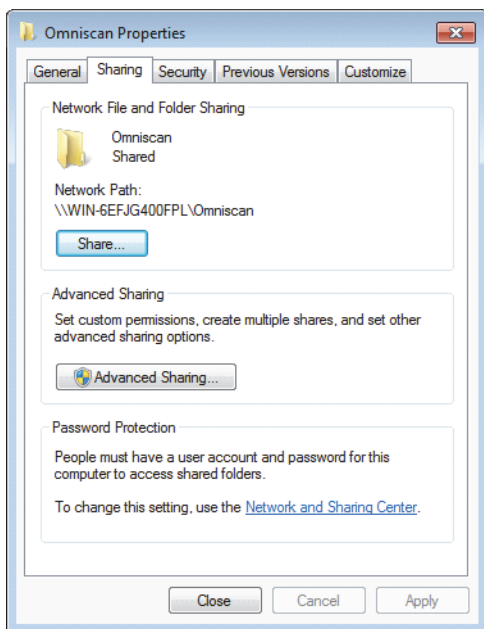
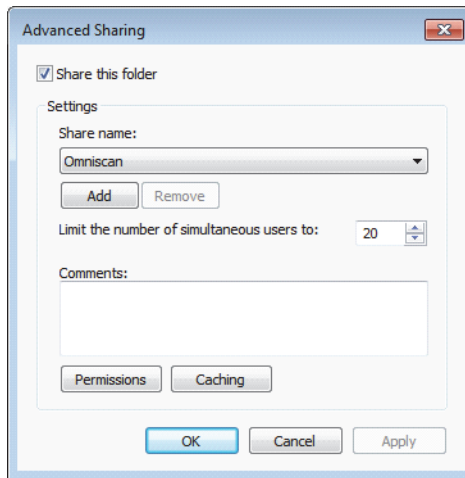

Рис. 7-27 Окно Свойства Omniscan (Windows 7): Безопасность
Рис. 7-30 Окно Расширенный доступ (Windows 7)
3. В диалоговом окне **Omniscan Properties** (Свойства Omniscan) щелкните **Sharing** [Общий доступ] (см. Рис. 7-27 на стр. 240).
8. В диалоговом окне **Omniscan Properties** щелкните **Advanced Sharing** [Расширенный доступ] (см. Рис. 7-27 на стр. 240). Откроется диалоговое окно **Advanced Sharing** (см. Рис. 7-30 на стр. 243).